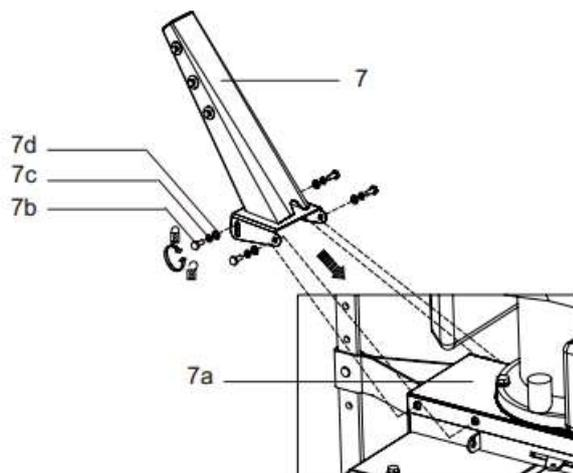

Fig.7
2. Alignez les trous et poser le support de la poignée (7) sur le socle(7a). Sécurisez les connexions avec les boulons(7b), la rondelle élastique (7c) et la rondelle (7d) (Fig.7).